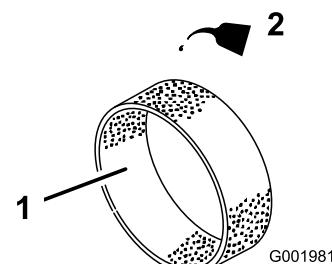

Figura 45
- Applicate circa 30 – 60 ml d'olio sull'elemento (Figura 45),